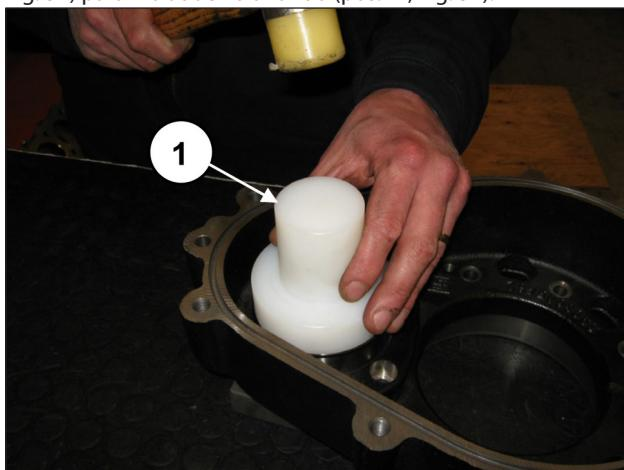
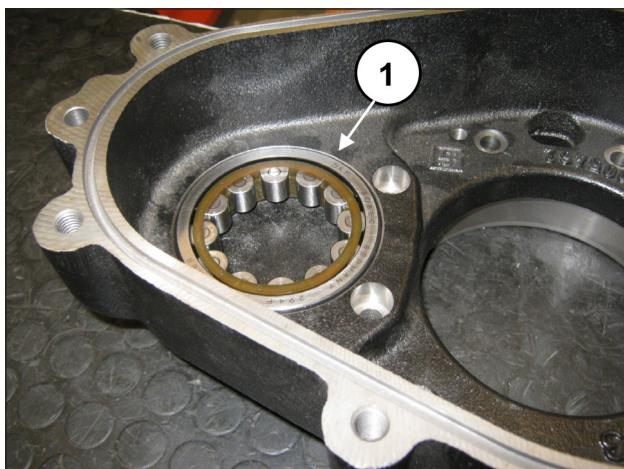

Fig. 51
Fig. 52
Premontar la anilla externa del cojinete del piñón en la caja del reduktor utilizando la herramienta cód. 27604900, (pos. ①, Fig. 51) para introducirla a fondo (pos. ①, Fig. 52).